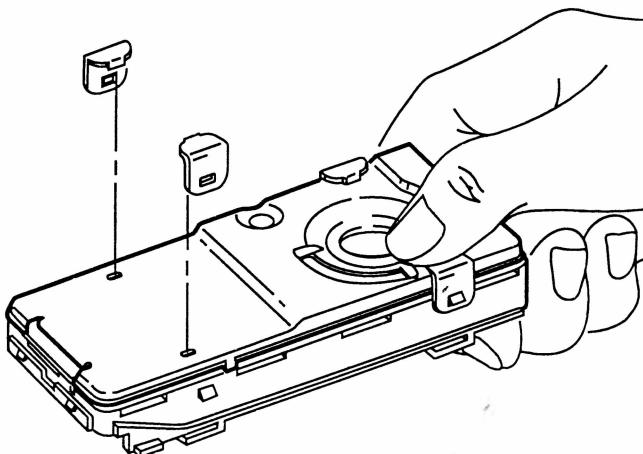

Рис. 3.15. Сборка радиостанции (завершение)
5. Зацепите защелку вначале за петлю шасси, затем надавите на защелку вверх крышки большим пальцем, пока она не замкнется в отверстии передней крышки, как показано на рис. 3.15.